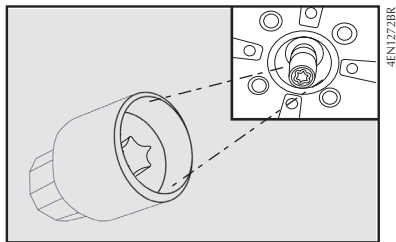

fig. 15
- Algunas versiones disponen de dispositivo antirrobo para la rueda de repuesto. Saque de la bolsa portaherramientas la llave específica **fig. 15**, que desbloquea el mecanismo antirrobo.
Para destrabar la rueda de repuesto, encaje la extremidad de la llave antirrobo **fig. 15** en el mecanismo antirrobo y la otra extremidad en la llave de rueda en dotación al vehículo, para posteriormente girar todo el conjunto en sentido antihorario.